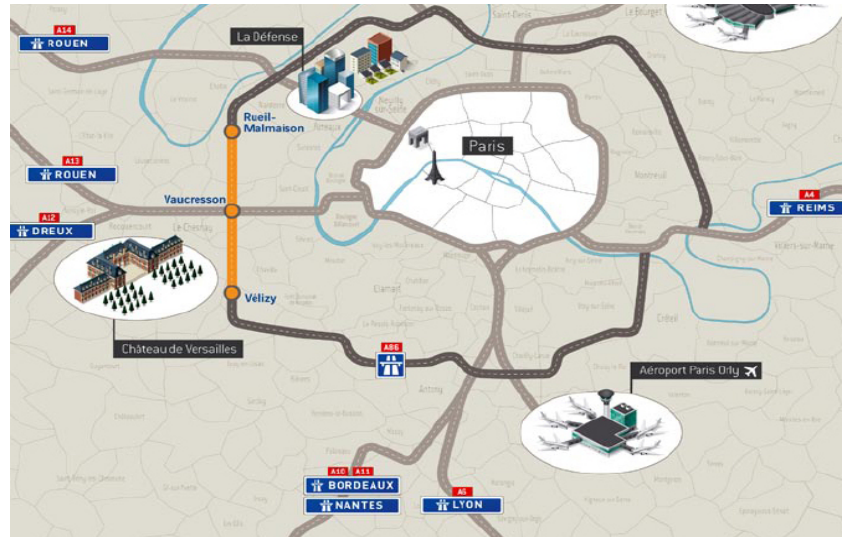

Figure 1 – situation du tunnel Duplex A 86
Le tunnel Duplex d'A86 est situé à l'ouest de Paris sur l'autoroute A 86 entre Rueil-Malmaison (92) et Versailles Pont-Colbert (78) (**Figure 1**). Ce tunnel à gabarit réduit comporte un échangeur principal avec l'autoroute A13.